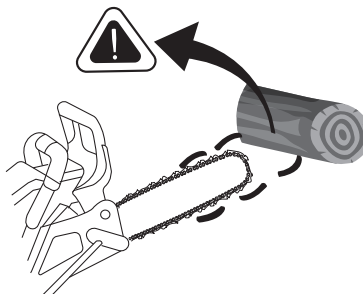

Abb. 3
- Vermeiden Sie jeglichen Kontakt der Führungsschienen spitze mit Gegenständen wie Holzstämmen, Ästen, dem Boden oder anderen Hindernissen. Entfernen oder umgehen Sie alle Hindernisse, die die Spitze der Führungsschiene beim Sägen berühren könnten (siehe Abb. 3).